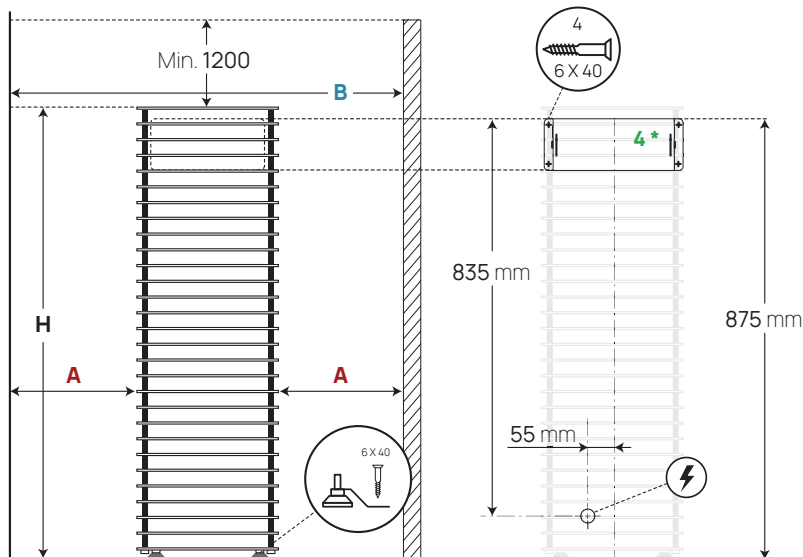

Figure 1. Installation du poêle électrique
- Les distances de sécurité minimales, sont-elles assurées là où le poêle électrique est installé ? (Les distances minimales de sécurité jusqu'aux murs et plafond de salle de sauna, à respecter lors du montage du poêle électrique, sont indiquées dans le **Tableau 1** et sur la **Figure 1**.)
- Vissez au fond du poêle les **pieds** (4) inclus dans le kit. Ajustez les pieds de manière à ce que le poêle soit à la position verticale.
- Fixez les modèles **HUUM CLIFF 6, 9 et 11** au sol à l'aide des supports inclus dans le kit. Mettez le support sur le pied du poêle comme illustré à la **Figure 1** et fixez-le avec une vis appropriée au matériau du plancher (min. 6 x 40 mm).
- Fixez le poêle **HUUM CLIFF Mini 4** au mur de salle de sauna à l'aide d'une plaque de montage mural incluse dans le kit. Voir la Figure 1.